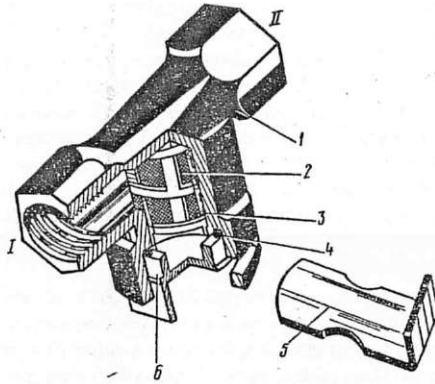

Рис. 10. Фильтр магистральный:
4.7.4. Фильтр магистральный (рис.10) предназначен для предохранения пневмостистемы прицепа от попадания грязи (пыли) через отцепные соединительные головки. Сжатый воздух подводится через полость 1, через фильтрующий элемент 2 проходит в полость II и далее через воздухораспределитель в воздушный баллон прицепа.